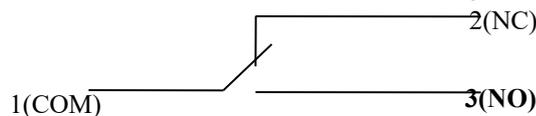

Рис. 4 – схема контактов реле разъема сигнализации.
Если на ИПС подано электропитания, ИПС не перегрет, есть или ток или напряжение в обоих каналах, если выходной ток для каждого канала не превышает тока контроля вакуума (I_{кв}), то реле разъема сигнализации 7 срабатывает и происходит замыкание контактов 1(COM) и 3(NO), а контакты 1(COM) и 2 (NC) размыкаются (см. схему контактов на рис. 4). Если какое-либо из условий нарушено происходит размыкание контактов 1(COM) и 3(NO), а контакты 1(COM) и 2 (NC) замыкаются. Сигнал об аварии может быть выведен на звонок или иную систему сигнализации.